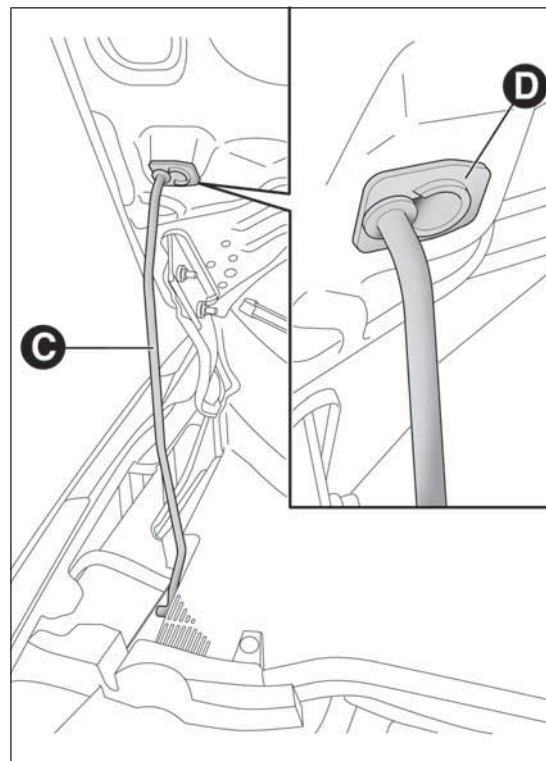

РИС. 69
- поднимите капот и одновременно извлеките опорную стойку С РИС. 69 из удерживающего устройства вставьте конец стойки в гнездо D и переместите ее в меньшее отверстие крепежного зажима.
- одной рукой придерживайте капот, а другой выньте стойку С РИС. 69 из гнезда D и вложите ее в удерживающее устройство;